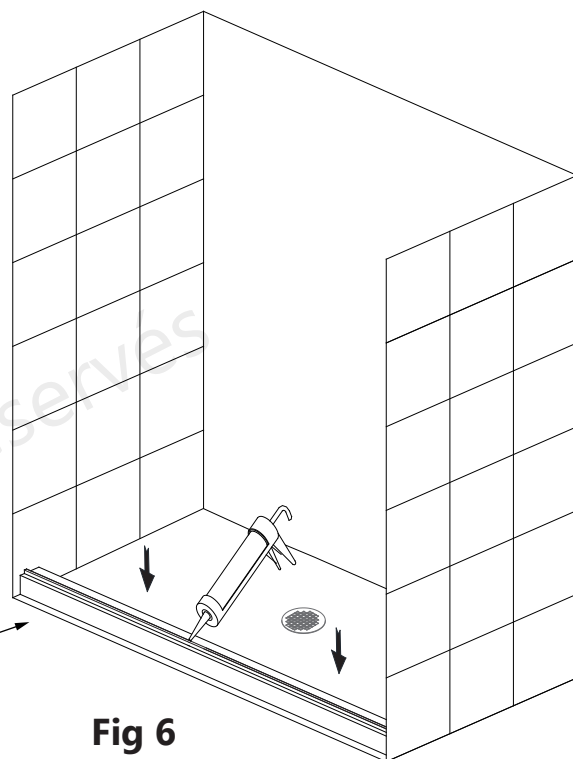

Fig 6
6. Appliquez un cordon de silicone sur la bordure intérieure **du Rail du Bas (N° 08)**. (**Fig 6**)